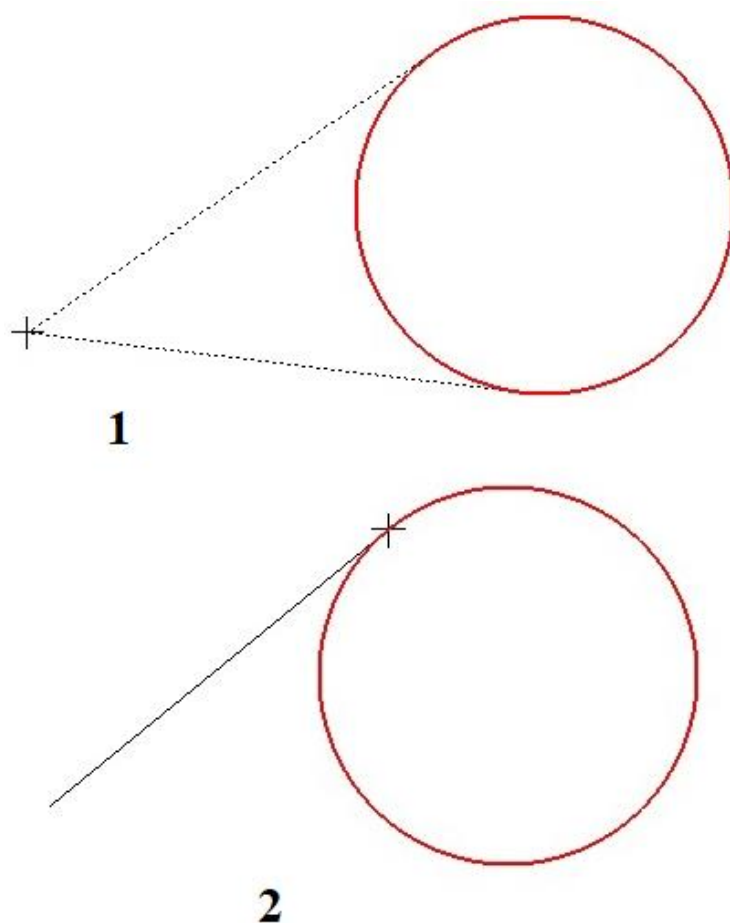

Рисунок 65 – Касательные отрезки
Построение касательного отрезка через точку на кривой осуществляется путем выделения объекта и указании угла наклона, после чего задается длина отрезка, рис. 65 (2).